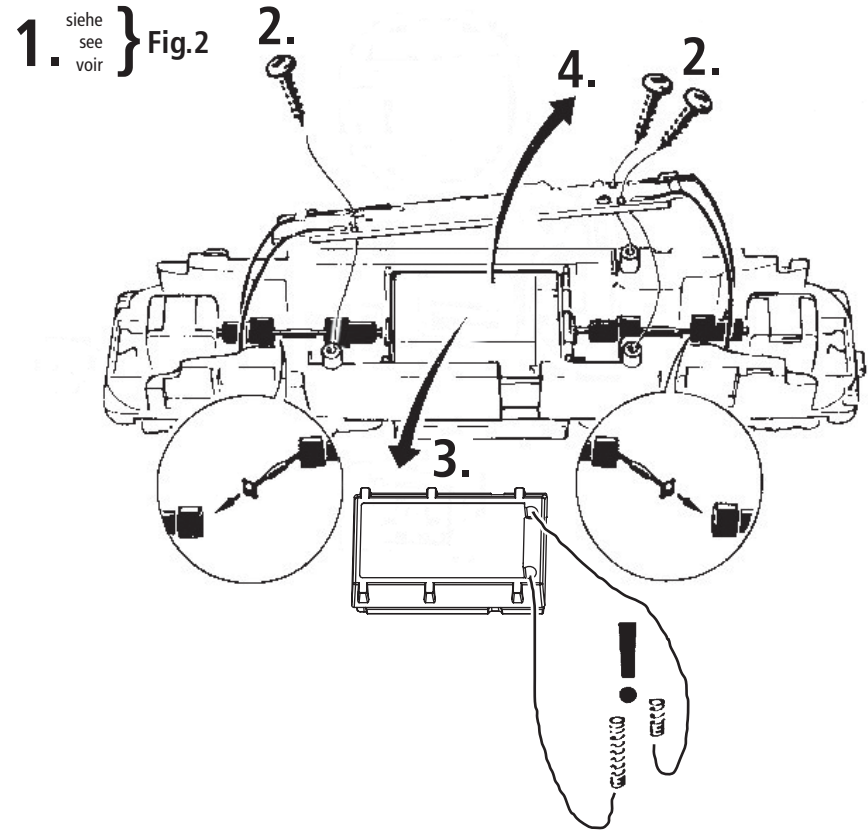

Fig. 8
3. Haftreifenwechsel: Zuerst den Getriebedeckel abnehmen (Fig. 4). Danach den **Radsatz** herausnehmen und die **Haftreifen** mit einer Nadel od. mit einem feinen Schraubendreher abziehen (Fig. 8). Beim Aufziehen der neuen Haftreifen darauf achten, dass diese sich nicht verdrehen.
3. Change of traction tyre: Remove the gear cover (fig. 4). Take out **wheel set** and remove **traction tyre** using a pin or a fine screwdriver (fig. 8). When pressing on the new traction tyre please **avoid twisting it**.
3. Échange des bandages d'adhérence: Démontez d'abord le **couvre-carter des engrenages** des engrenages (fig. 4). Délogez ensuite les essieux bandagés et enlevez, à l'aide d'une aiguille ou d'un tourne-vis fin, les bandages d'adhérence (fig. 8). Lors du montage des nouveaux bandages veuillez veiller à ce que les bandages **ne soient pas tordus**.